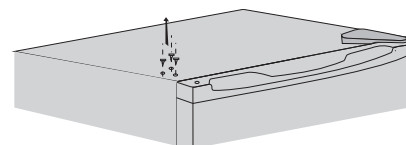

Figure 1
- 1 Enlevez les couvercles en plastique des trous qui sont situés sur le côté gauche supérieur du réfrigérateur comme illustré dans Figure 1.